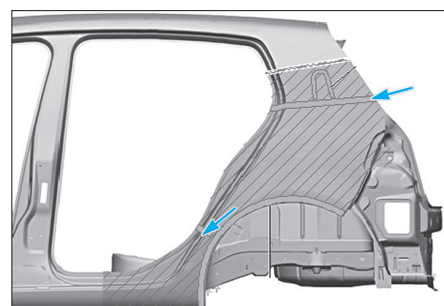

FIG. 138
- Placer les pièces en mousse permettant d'insonoriser le bruit dans l'habitacle (Fig.138).